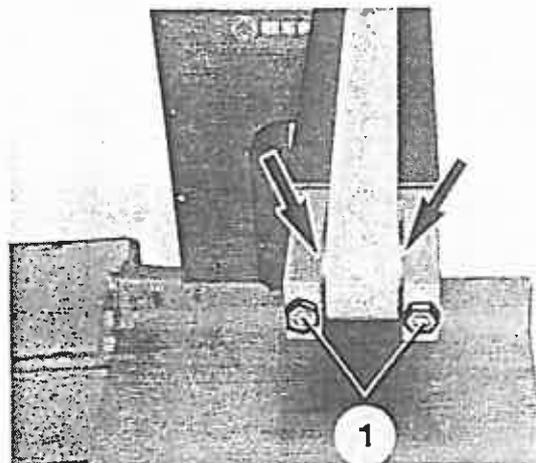

Bild 84
3. Nach dem Nachspannen mittigen Lauf des Gurtbands prüfen, dazu Maschine langsam laufen lassen. Das Gurtband muß in der Mitte der Rolle laufen (Bild 84/Pfeile), ggf. rechte bzw. linke Spannschraube (Bild 84/1) etwas nachziehen.